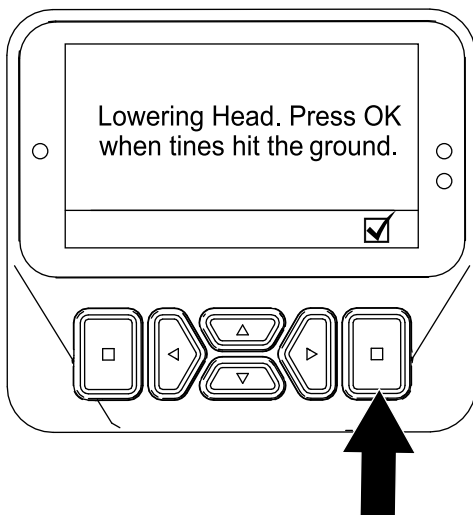

Bild 64
6. Wenn ein Tines den Boden berührt, drücken Sie die Auswahlstaste auf dem Bildschirm „Aerifizierkopf absenken“ (Bild 64).